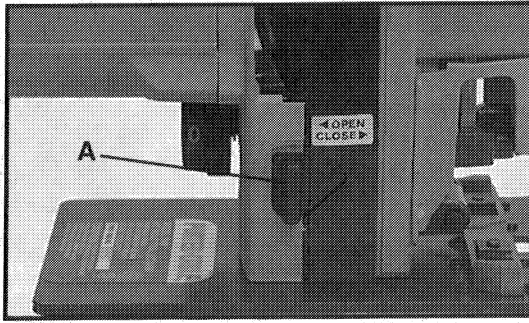

Fig. 9
Ces scies sont pourvues d'une soufflante de copeaux pour garder l'aire de coupe exempte de copeaux. Cette soufflante se met en marche et à l'arrêt en déplaçant le levier (A), Fig. 9, à la position d'ouverture (soufflante « ON ») ou à la position de fermeture (soufflante « OFF »).